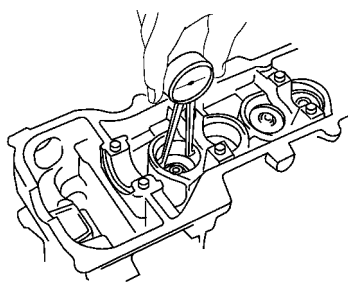

图 1-56 用塞尺测量气缸盖上挺杆内径
2) 使用测径规，测量气缸盖上挺杆孔的内径，如图 1-56 所示，并将此测量值减去气门挺杆外径的测量值。